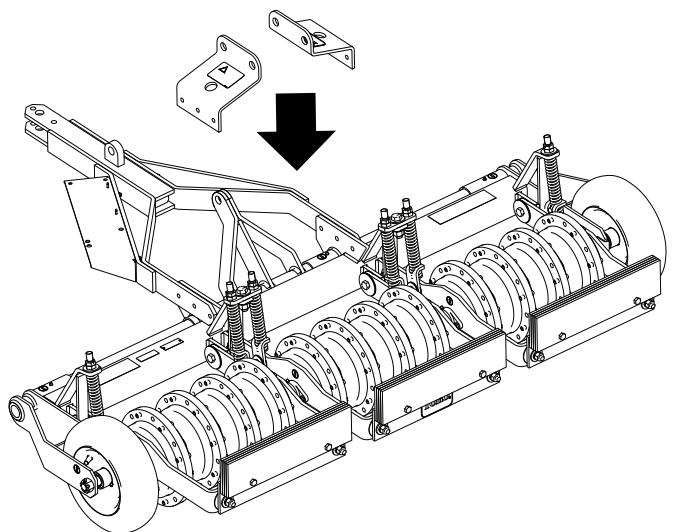

Figura 5
3. Alinhe os suportes no arejador como se mostra na Figura 5.